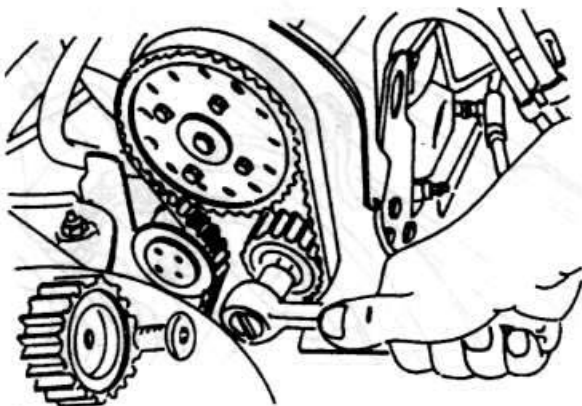

Рис. 2.92
- ♦ Снимите колесо промежуточного вала ременной передачи (рис. 2.92).